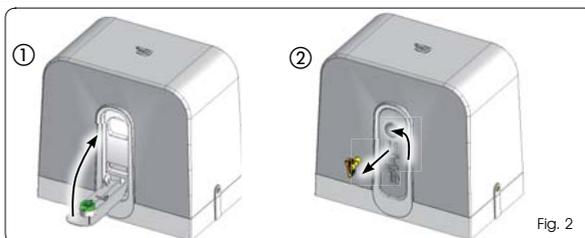

Fig. 2
2. Gire el desbloqueo hacia la izquierda, de la manera indicada en la Fig. 2 ref. ②.